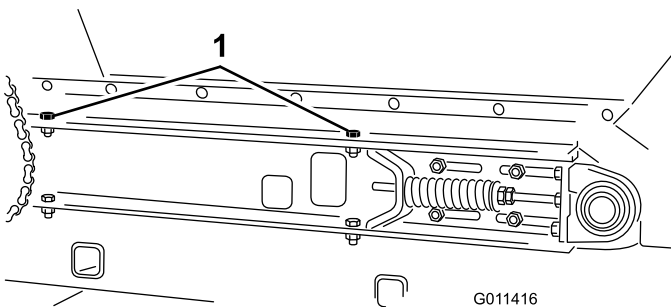

Figura 32
- 4. Remova (2) os parafusos, anilhas e porca, em cada lado da máquina, fixando a tremonha à plataforma corredeira (Figura 32).